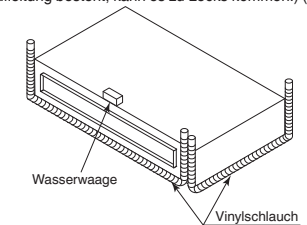

Abb. 3-63
- Mithilfe einer Wasserwaage oder eines mit Wasser gefüllten Vinylschlauchs sicherstellen, dass die Einheit waagrecht installiert ist. Bei Gebrauch eines Vinylschlauchs anstatt einer Wasserwaage, die Oberfläche der Einheit auf die Wasseroberfläche an beiden Enden des Vinylschlauchs ausrichten und die Einheit in die Horizontale bringen. (Wenn die Einheit so installiert wird, dass keine Neigung in Richtung Ablaufleitung besteht, kann es zu Lecks kommen.) (Abb. 3-63)